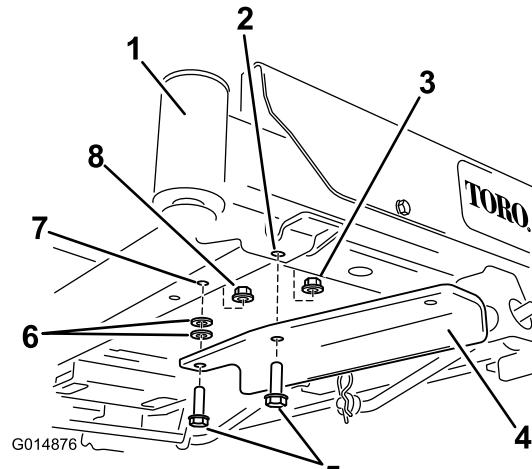

Figura 6
- Máquinas sin pedal de elevación asistida: sujeté el soporte usando dos pernos (3/8 x 1-1/4 pulgadas), dos arandelas y dos contratuercas (3/8 pulgada) (Figura 6). Utilice una contratuerca de las piezas sueltas y otra de las retiradas anteriormente.